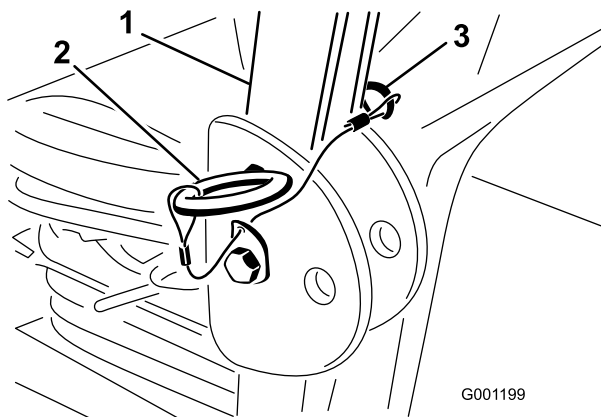

Figure 8
2. Relevez l'arceau de sécurité et retirez les goupilles fendues ainsi que les 2 axes (Figure 8).